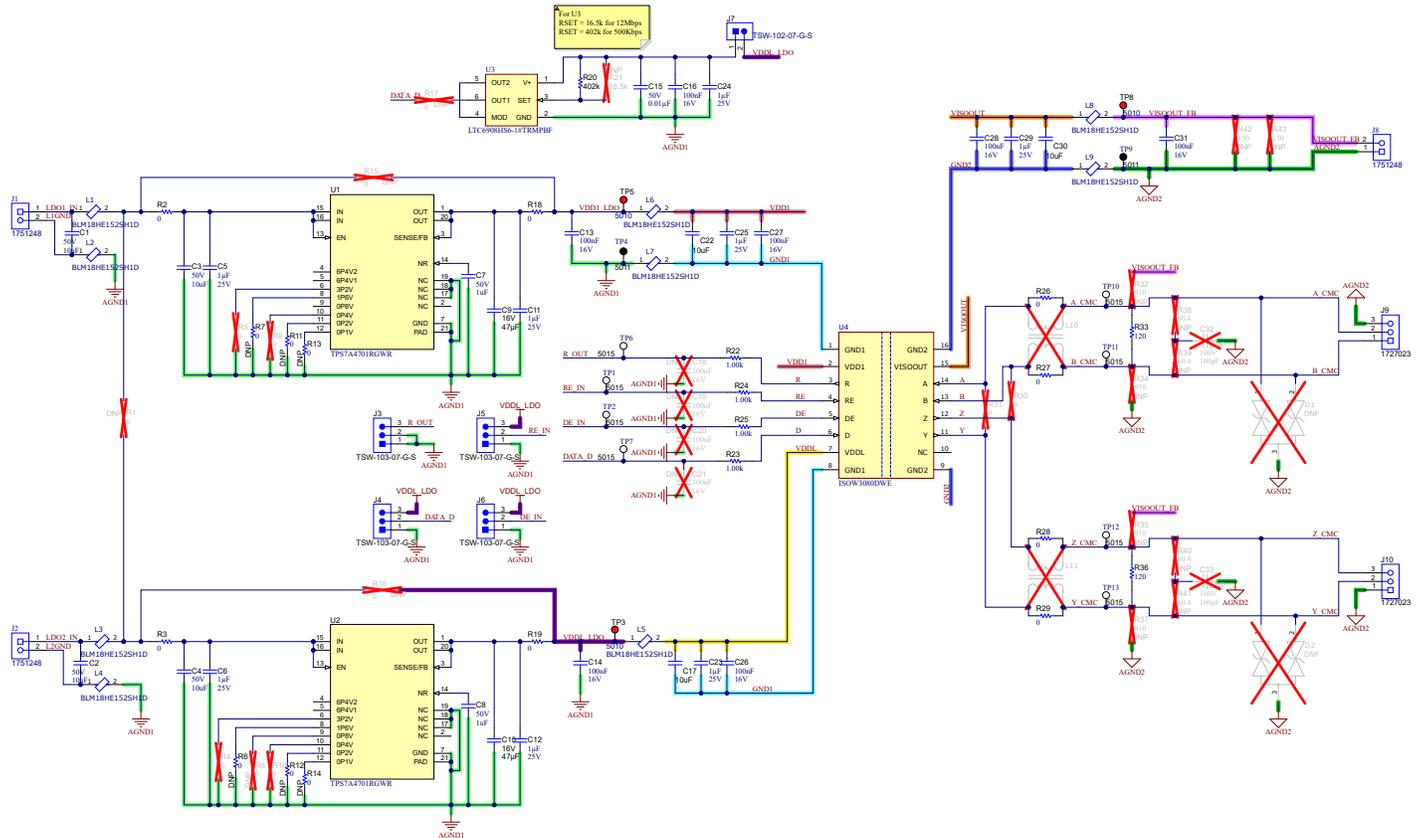

图 3-1. ISOW3080DWEEVM 原理图
ISOW3080DWEEVM 旨在评估采用 16 引脚 WB SOIC 封装 (DWE-16) 的任何 ISOW308x(P) 器件。若要评估采用 16 引脚 WB SOIC 封装 (DWE-16) 的任何 ISOW308x(P) 器件, 请在 ISOW3080DWEEVM 板上将 ISOW3080 替换为相关器件。其他元件不需要针对 ISOW308x 器件进行任何修改。要评估任何 ISOW308xP 器件, 需要通过更改 U1 上的电阻器选项, 将引脚 2 (VDD1) 从默认设置 3.3V 更改为 5V。图 3-1 展示了 ISOW3080DWEEVM 原理图。